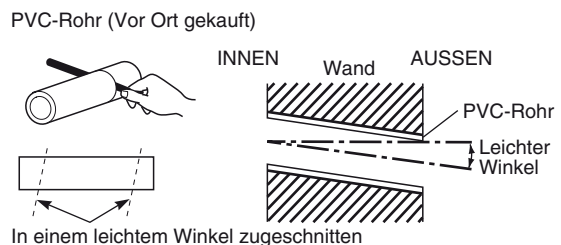

Abb. 3-17
(9) Die Dicke der Wand von innen nach außen messen, und PVC-Rohr leicht angeschrägt auf die Wanddicke zuschneiden. Das PVC-Rohr in die Wand einsetzen. (Abb. 3-17)